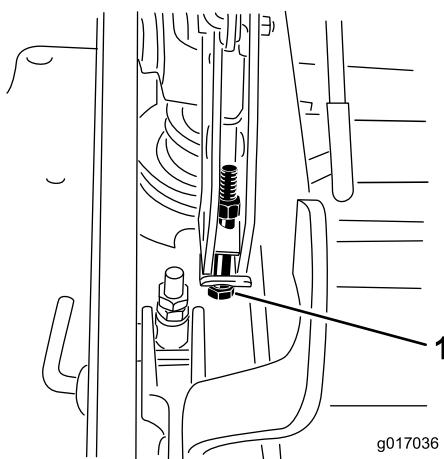

Figura 89
- Se il piatto è troppo basso, serrate il bullone di regolazione da un punto unico ruotandolo in senso orario. Se il piatto è troppo alto, allentate il bullone di regolazione da un punto unico ruotandolo in senso antiorario (Figura 89).